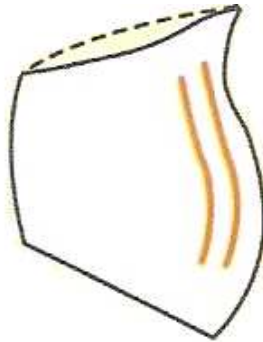

Figure 24 : CML montante au dos avec emboîtement (27)
- CML montante au dos avec emboitage. Prévues pour les femmes avec proéminence abdominale afin de maintenir le tablier antérieur (Figure 24) ;